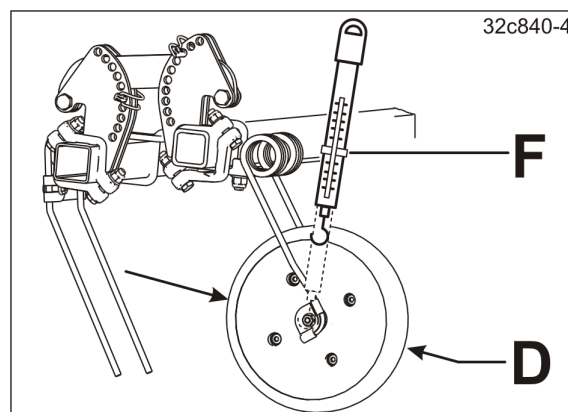

Fig. 200
6. Verificați apăsarea roților asupra solului, de ex. cu un cântar cu arc (vezi Fig. 200).